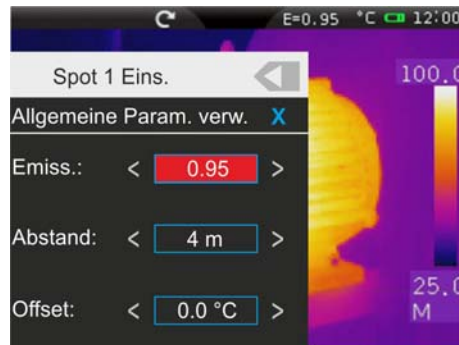

Abb. 23: Einstellung der Parameter assoziiert mit den Cursors
8. Mit deaktivierter vorhergehender Option (siehe Abb. 23) können Sie den Cursors Werte der Parameter “Emiss”, “Abstand” und “Offset” assoziieren, die anders als die allgemeinen Parameter des Geräts sind. Zu diesem Zweck berühren Sie das Feld des roten Parameters und die Symbole “<” und “>” zum Erhöhen oder Vermindern des Wertes. Drücken und halten Sie die Tasten für eine schnelle Auswahl der Werte. Die Messbereiche sind die folgenden:
7. Mit deaktivierter vorhergehender Option (siehe Abb. 23) können Sie der Linie Werte der Parameter “Emiss”, “Abstand” und “Offset” assoziieren, die anders als die allgemeinen Parameter des Geräts sind. Zu diesem Zweck berühren Sie das Feld des roten Parameters und die Symbole “<” und “>” zum Erhöhen oder Vermindern des Wertes. Drücken und halten Sie die Tasten für eine schnelle Auswahl der Werte. Die Messbereiche sind die folgenden:
6. Mit deaktivierter vorhergehender Option (siehe Abb. 23) können Sie dem Bereich Werte der Parameter “Emiss”, “Abstand” und “Offset” assoziieren, die anders als die allgemeinen Parameter des Geräts sind. Zu diesem Zweck berühren Sie das Feld des roten Parameters und die Symbole “<” und “>” zum Erhöhen oder Vermindern des Wertes. Drücken und halten Sie die Tasten für eine schnelle Auswahl der Werte. Die Messbereiche sind die folgenden: